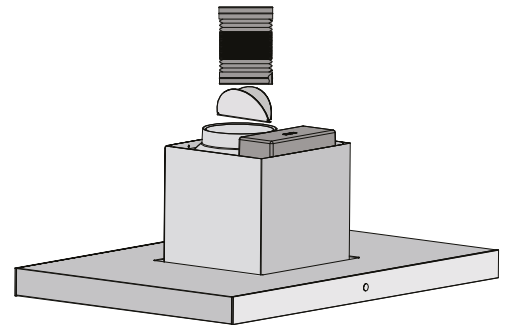

Figure 27
- Fixer l'obturateur du clapet sur le dessus de la hotte (voir la figure 27).